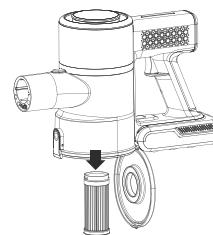

Fig 2.
3.Puxe o filtro HEPA para baixo para remover o filtro e coloque-o de volta no sentido contrário após a limpeza, Fig.2.